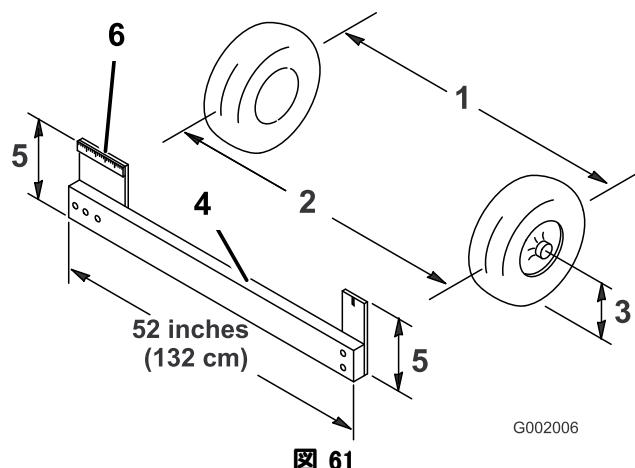

図 61
- 前輪の前と後ろで、左右のタイヤの中央線間距離を測る；計測はアクスルの高さで行う(図 61)。前輪の後ろで、アクスルの高さで測定を行うには市販または手製のトaine測定器が必要となる。前後の計測とも同じ道具を使用し、アクスルの高さで正しく測定すること(図 61)。